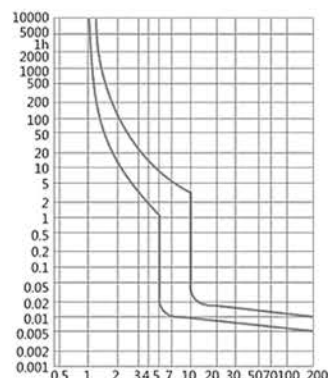

Рис. 4. Время-токовая характеристика C.
7.3 Время-токовую характеристику АВДТ серии ДИФ-103 см. рис. 4.